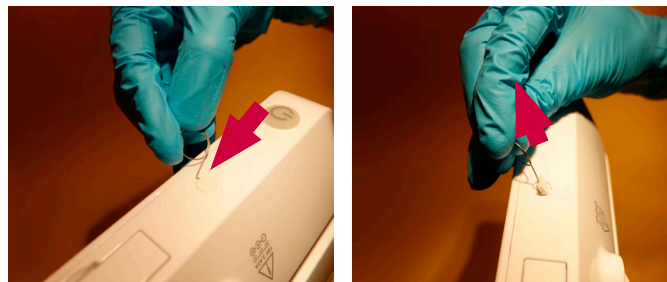

Рис. 5. Снятие крышки винта
- d) **Снимите круглые крышки винтов на каждой стороне устройства отображения (рис. 5)**